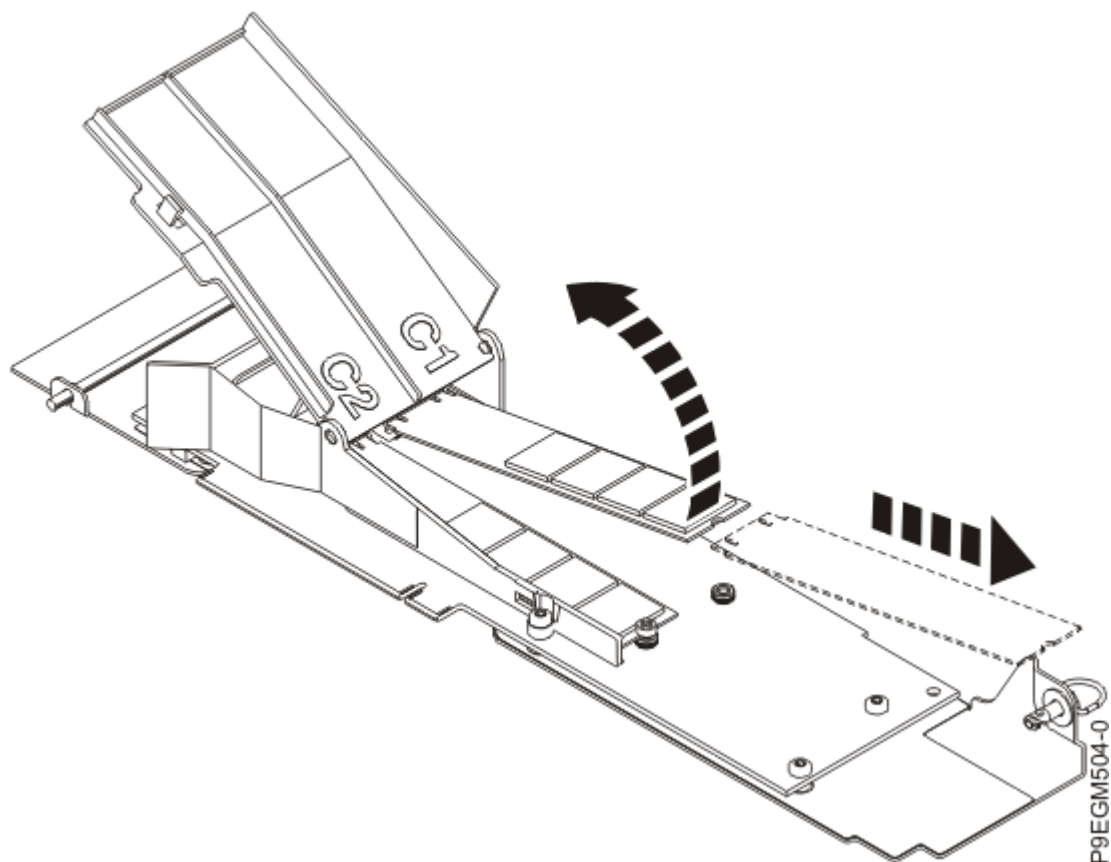

Figure 29. Retrait du module flash de la carte porteuse NVMe M.2
- c) Retirez le module flash NVMe M.2 en le soulevant et en le faisant pivoter comme indiqué à la Figure 29, à la page 35.